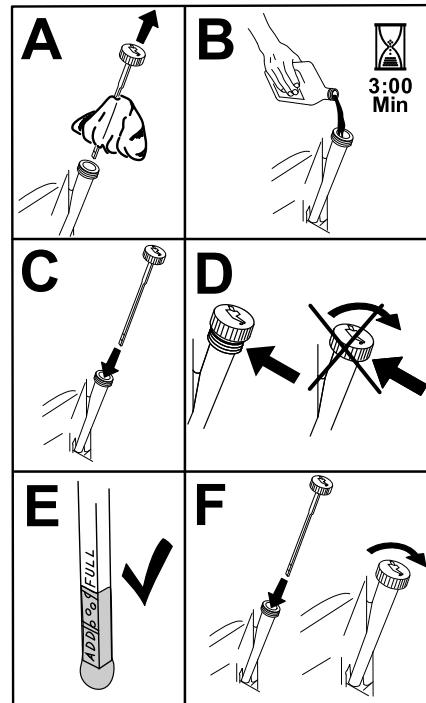

Figure 52
5. Versez lentement environ 80 % de l'huile spécifiée dans le tube de remplissage, puis faites l'appoint lentement jusqu'à ce que le niveau atteigne le repère maximum (**Full**) (Figure 52).